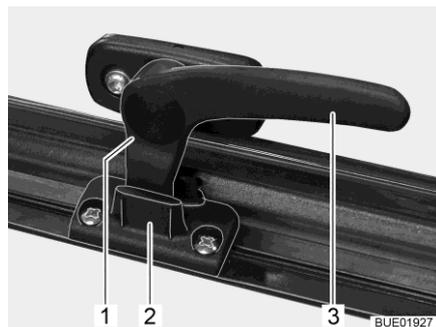

Fig. 14 Leva di serraggio in posizione "Aerazione continua"
- In posizione di "Aerazione continua" (Fig. 14)
- Ruotare la leva di serraggio (Fig. 14,3) di un quarto di giro verso il centro della finestra.
- Ruotare la leva di serraggio di un quarto di giro verso il telaio della finestra. Riportare contemporaneamente il nasello di chiusura (Fig. 14,1) nella rientranza della chiusura della finestra (Fig. 14,2).